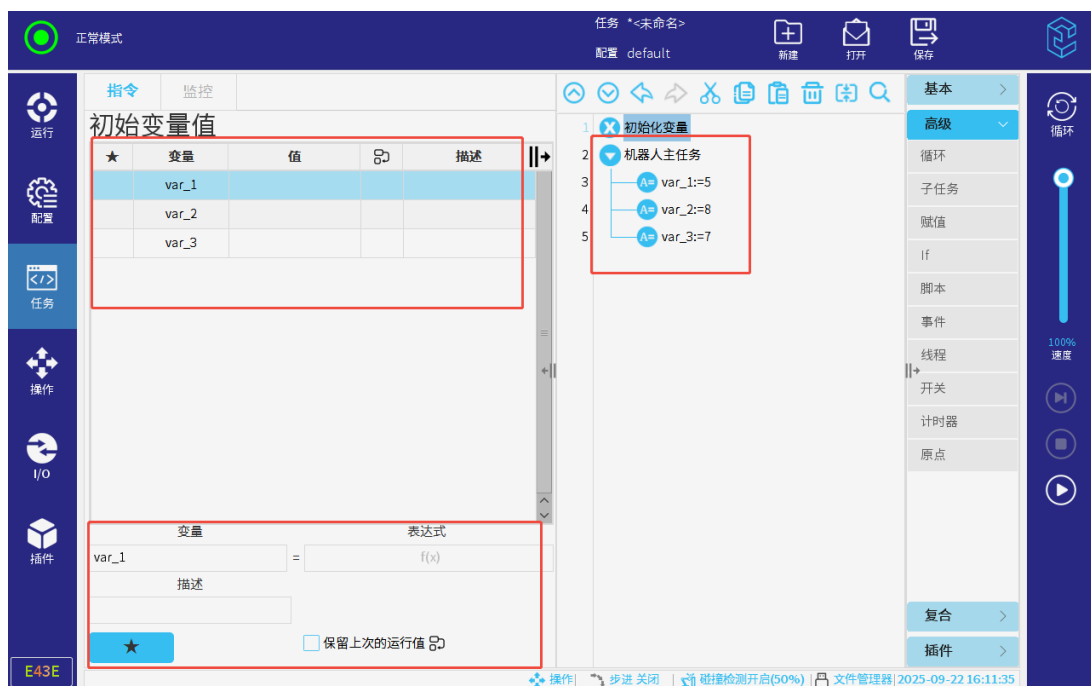

图 3-83: 可选的变量
1. 在“高级”-“赋值”处新建变量后，初始化变量界面及机器人主任务节点下即可展示所有新建的变量，如**图 3-83**所示。
2. 选中任一变量后，在下方可输入、修改其表达式、描述等，如**图 3-83**所示。表达式用于在任务启动时，声明并初始化变量值。